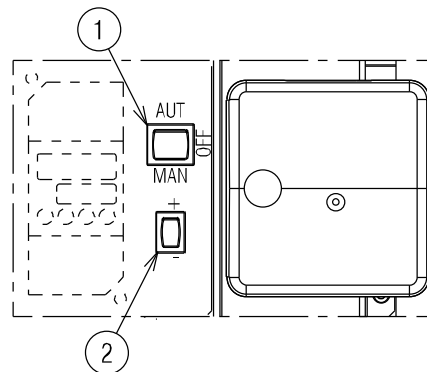

Fig. 25
Mettre le sélecteur 1)(Fig. 25) en position "MAN".
- mettre l'interrupteur 1) de la Fig. 25 en position «OFF» et attendre que l'appareil effectue la phase d'extinction;
Le réglage de l'air est effectué en modifiant l'angle de la came III)(Fig. 24) et au moyen du sélecteur 2)(Fig. 25). Pour le réglage de la came du servomoteur, voir Fig. 28 A).
Dans la description précédente, le brûleur est resté allumé, fonctionnant à la puissance minimale. Appuyer maintenant sur le bouton 2)(Fig. 25 à la page 28) «augmentation de puissance» et le maintenir enfoncé jusqu'à ce que le servomoteur ait ouvert le volet d'air et le papillon gaz.
Le réglage de l'air est effectué en modifiant l'angle de la came I)(Fig. 24 à la page 27) et au moyen du sélecteur 2)(Fig. 25 à la page 28). Pour le réglage de la came du servomoteur, voir Fig. 28 A).
Appuyer sur le bouton 2)(Fig. 25 à la page 28) «Diminution de puissance» et le maintenir enfoncé jusqu'à ce que le servomoteur se mette (Fig. 28 B) sur le réglage effectué en usine: Voir Tab. J à la page 27 et en réglant par conséquent le volet d'air 5) et le papillon gaz 4)(Fig. 27 à la page 29).
Le réglage de l'air est effectué en modifiant l'angle de la came III) du servomoteur (Fig. 24 à la page 27) et au moyen du sélecteur 2)(Fig. 25 à la page 28). Pour le réglage de la came du servomoteur, voir Fig. 28 A).
Après avoir réglé la puissance maximale et minimale du brûleur, on effectue le réglage du gaz sur plusieurs positions intermédiaires du servomoteur. Le passage d'une position à la suivante est obtenu en maintenant le bouton 2) enfoncé sur le symbole (+) ou (-)(Fig. 25 à la page 28). Appuyer légèrement sur le bouton 2)(Fig. 25 à la page 28) «Augmentation de puissance» afin que le servomoteur tourne d'environ 20°, voir l'indice gradué du servomoteur Fig. 28 B) et l'indice gradué des volets d'air 5)(Fig. 27 à la page 29).
Éteindre le brûleur en agissant sur l'interrupteur 1)(Fig. 25), position OFF, désolidariser la came mécanique 1)(Fig. 27) pour séparer les engrenages du servomoteur, en appuyant et en déplaçant le bouton 3) vers le bas (Fig. 28 D) et vérifier plusieurs fois en tournant manuellement la came mécanique 1)(Fig. 27) en avant et en arrière que le mouvement soit souple et dénué de points durs.